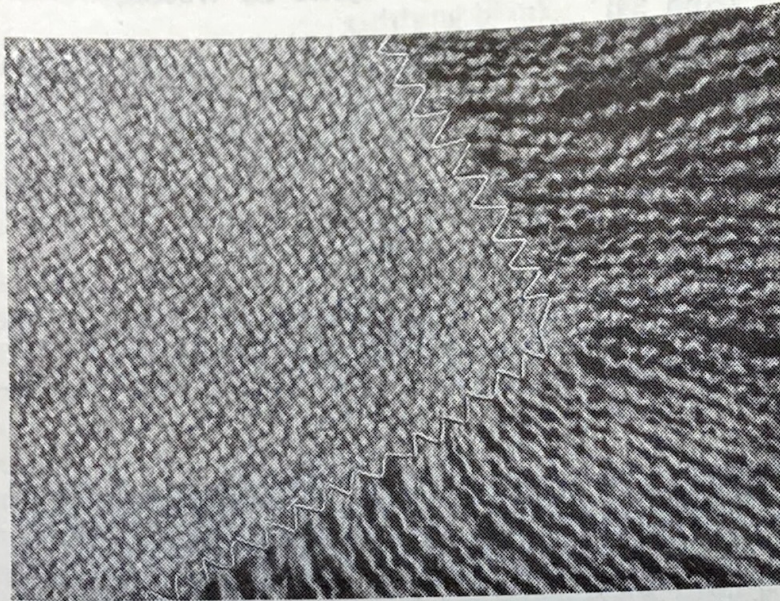

Abb. 40
b) Nähen und Befestigen von Fransen (Abb. 40)
zu vermeiden, wird der obere Rand mit einer Zickzack-Naht nach Art des Bekettelns verstärkt (Abb. 40). Eine kleine Verzierung wird erreicht, wenn die Farbe des Nähfadens von der Farbe des Arbeitsstückes abweicht. Fransen wirken sehr vorteilhaft an Tischtüchern, Halstüchern usw.